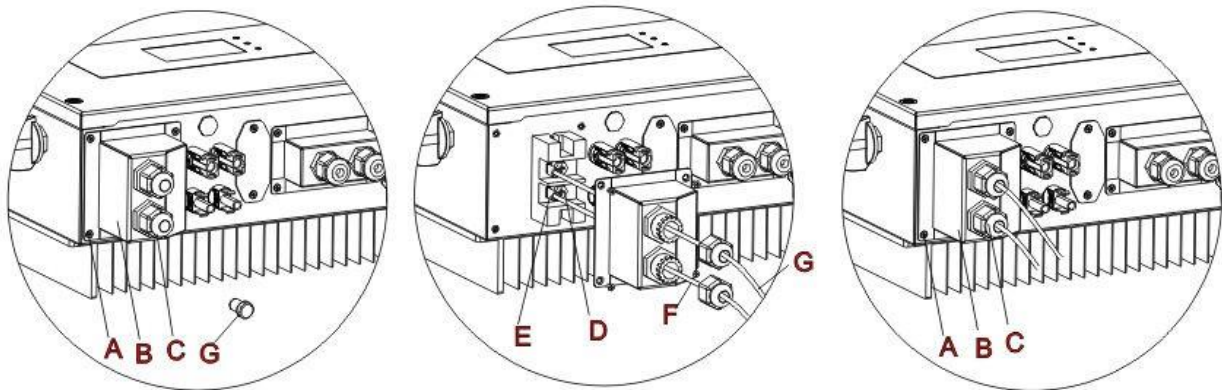

Fig. 6 Connexion de la batterie (Mesurer la polarité / tension des fils de la batterie avant la connexion)
**Étape 1 :** desserrez 4 vis (A) à l'aide d'un tournevis (Fig. 6) ;
**Étape 2 :** retirez le couvercle étanche (B), desserrez le presse-étoupe (C), puis retirez le bouchon (G) ; **Étape 3 :** faites passer les fils de la batterie (F) à travers le presse-étoupe, puis connectez les fils de la batterie à l'aide de la borne OT (E) ;